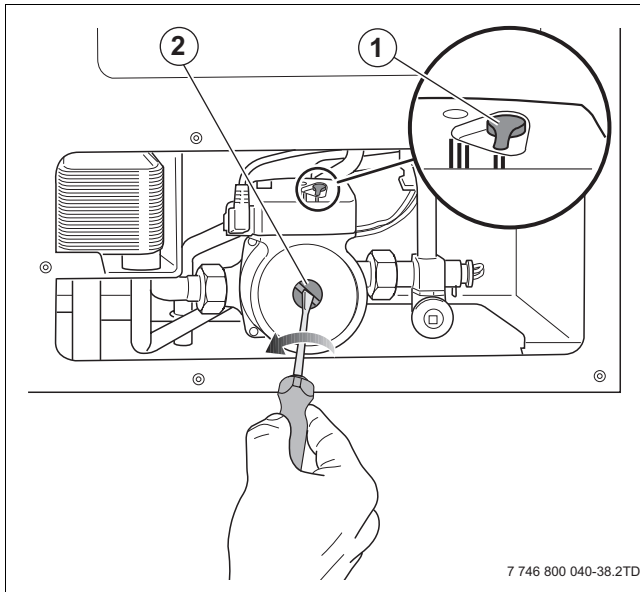

Рис. 47 Удаление воздуха из загрузочного насоса бака-водонагревателя
- ▶ Проверьте, установлен ли выключатель насоса в положение II [1] (→ рис. 47).